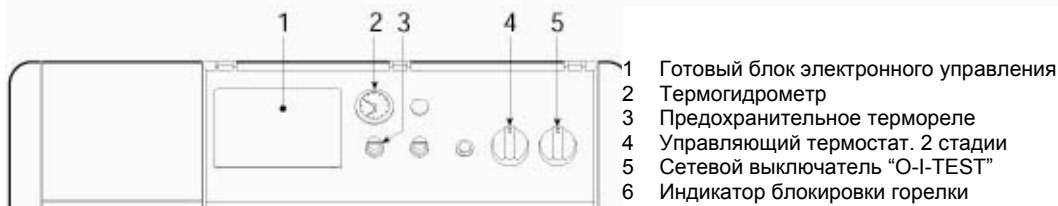

Рис. 1
При кратком нерабочем периоде просто поверните выключатель **5** (Рис.1) на панели управления в положение "0". При длительном нерабочем периоде наряду с этим должен быть закрыт вентиль (кран) подачи топлива. При длительном нерабочем периоде в зимний период, во избежание замерзания системы, добавьте в систему специальный антифриз или полностью осушите систему.
- a** – Блокировка горелки, сигнализируемая соответствующей лампочкой **6** (Рис.1). Смотрите инструкция к горелке.
- 2 Установите термостат 4 (Рис. 1) на требуемую величину.
- 3 Включите выключатель выше котла и выключатель 5 панели управления (Рис. 1)
При непродолжительных периодах бездействия просто выключите выключатель 5 на панели управления (Рис. 1). При длительных периодах бездействия, наряду с выключением 5, нужно также закрыть запорное устройство топлива.